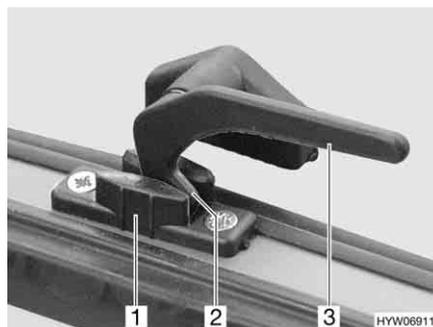

Fig. 72 Palanca de bloqueo en la posición de "ventilación continua"
- En la posición "ventilación continua" (Fig. 72)
- Girar todas las palancas de bloqueo (Fig. 72,3) un cuarto de vuelta hacia el centro de la claraboya.
- Girar de nuevo hacia atrás las palancas de bloqueo. El saliente de bloqueo (Fig. 72,2) se ha de introducir para ello en el rebaje del bloqueo de la claraboya (Fig. 72,1).